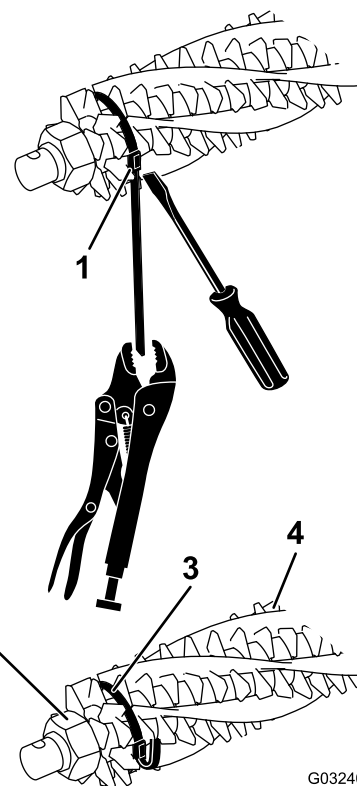
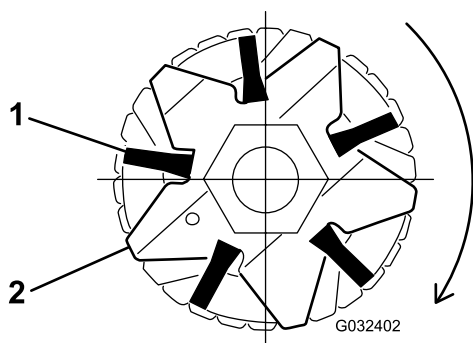

Figure 15
Figure 17
2. Desserrez les écrous de fixation de la lame du groomer à chaque extrémité de l'arbre du groomer (Figure 15).
4. Engagez bien les brosses dans les fentes des lames du groomer (Figure 15 et Figure 17).
5. Enroulez les attaches sans les serrer, comme montré à la Figure 15, autour de l'arbre de cylindre et des brosses en les insérant dans les fentes des brosses Figure 17.
Remarque: Si les brosses ne sont pas engagées correctement dans les fentes des lames, desserrez les écrous de fixation des lames à chaque extrémité de l'arbre du groomer, positionnez les brosses correctement dans les fentes, puis resserrez les écrous de fixation (Figure 15).
7. Tout en poussant un tournevis contre la boucle des attaches, saisissez chaque attache avec une pince-étau et tirez dessus jusqu'à ce qu'elle se bloque dans les rainures de la brosse (Figure 15).